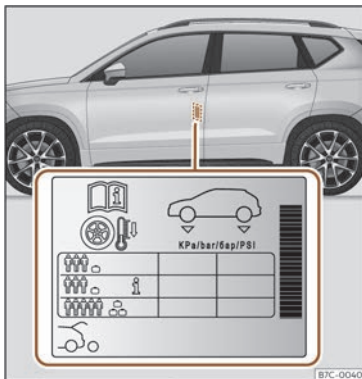

Fig. 207 Ubicació de l'adhesiu de la pressió d'inflament dels pneumàtics.
- Adapteu la pressió dels pneumàtics a la càrrega que porta el vehicle»» **fig. 207**.
Els valors de la pressió d'inflament s'indiquen a l'etiqueta adhesiva situada a la zona posterior del marc de la porta davantera esquerra »» **fig. 207**.
En funció del vehicle, es pot adaptar la pressió d'inflament dels pneumàtics a mitja càrrega per augmentar el confort de marxa (pressió d'inflament **i** »» **fig. 207**). Quan se circula amb la pressió d'inflament de confort, es pot incrementar lleugerament el consum de combustible.
rà carregat al màxim, heu d'augmentar la pressió d'inflament al valor màxim de càrrega indicat a l'etiqueta adhesiva»» **fig. 207**.
En el cas d'una roda d'emergència minimitzada (125/70 R18), influeu-la a 4,2 bar de pressió segons s'indica a l'etiqueta de pressió dels pneumàtics»» **fig. 207**.
>>> fig. 207.
- Amb els pneumàtics en fred, s'ha de mantenir sempre la pressió indicada a l'adhesiu >>> fig. 207.